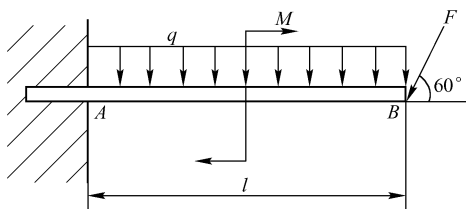

图 25
10. 梁 AB 一端固定, 一端自由, 如图 25 所示。梁上作用有均布载荷, 载荷集度为 q , 在梁的跨中受到一个力偶矩为 M 的力偶作用, 梁的自由端还受集中力 F 作用, 梁的跨度为 l 。试求固定端 A 处的约束反力。